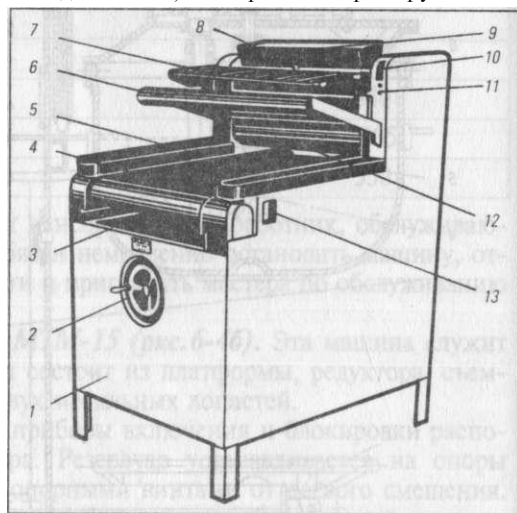

Рис. 6-6. Тестораскаточная машина МРТ-60М
**Тестораскаточная машина МРТ-60М (рис. 6-6).** Машина состоит из каркаса, привода, двух раскатывающих рабочих валов, механизма регулирования толщины пласта теста, ленточного конвейера, наклонной направляющей плоскости и мукосея.